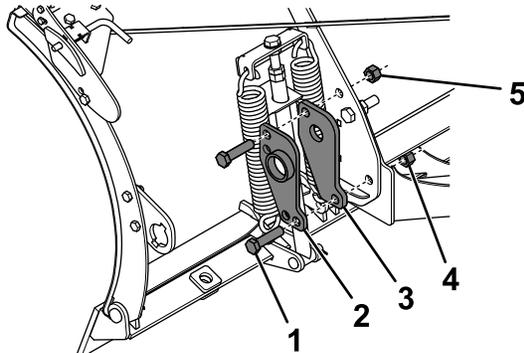

Bild 7
11. Befestigen Sie die Halterung der Auslösekante mit zwei Schrauben ($\frac{3}{4}$ "), der zuvor entfernten Sicherungsmutter und einer neuen Sicherungsmutter an der zweitäußersten Pflugrippe (**Bild 7**).